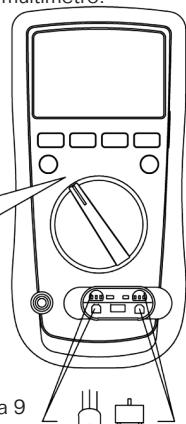

figura 9
## I Medición del transistor hFE (Ver Figura 9)
2. Inserte la toma multifunción en la terminal de entrada como se muestra en la Figura 9.